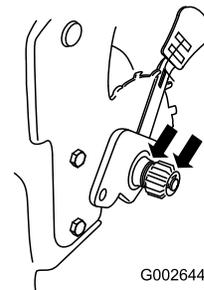

Figura 40
2. Aplique aceite lubricante al interior y al exterior de los engranajes, según lo indicado en Figura 40.